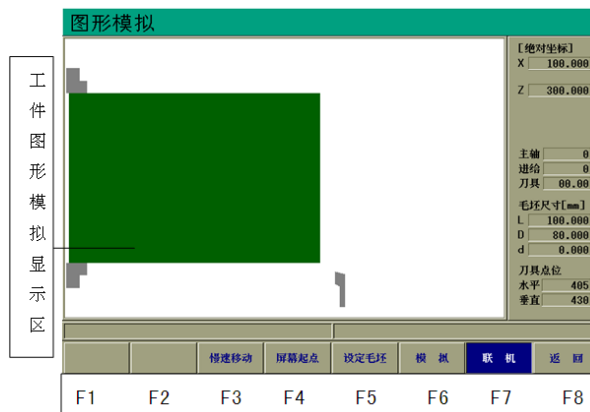

图 3.7 图形模拟
- (1) 按【位置】主键进入位置界面；
- (2) 按【F4】（自动）键；
- (3) 按【存储/打开】键；
- (4) 输入文件名 P0750；
- (5) 按【ENTER】；
- (6) 按【F8】（图形显示）键后，图形界面如图 3.7 所示：